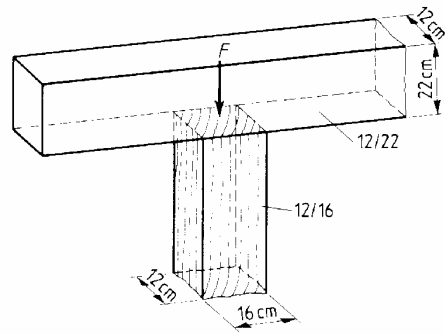

Bild 3.86 Pfosten
23. Der Pfosten in Bild 3-86 aus Nadelholz der Klasse S 13 wird mit 160,32 kN Druck belastet.